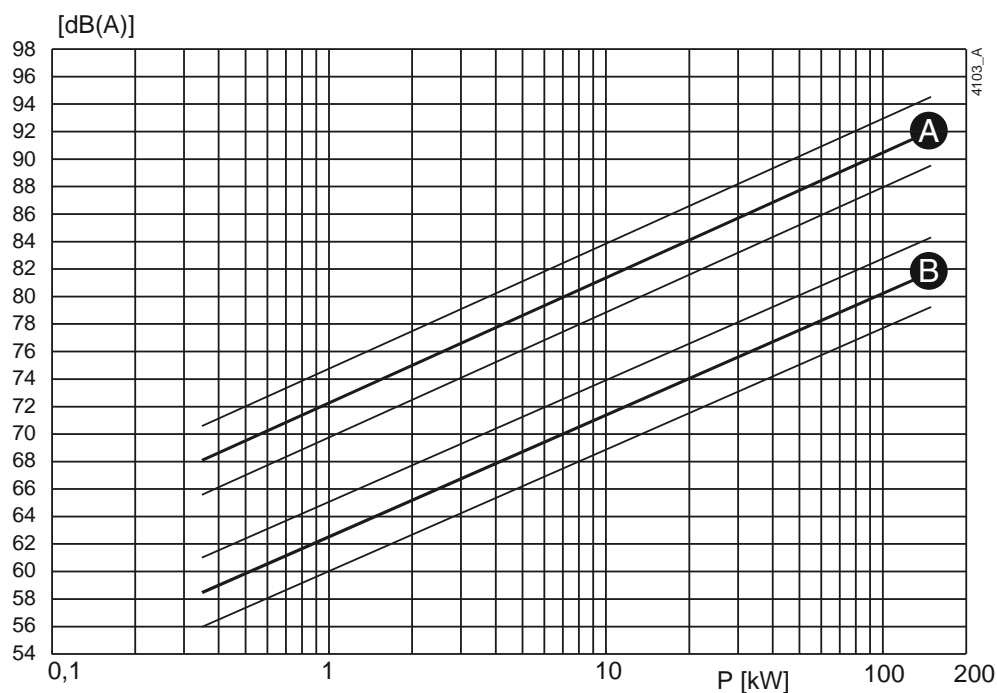
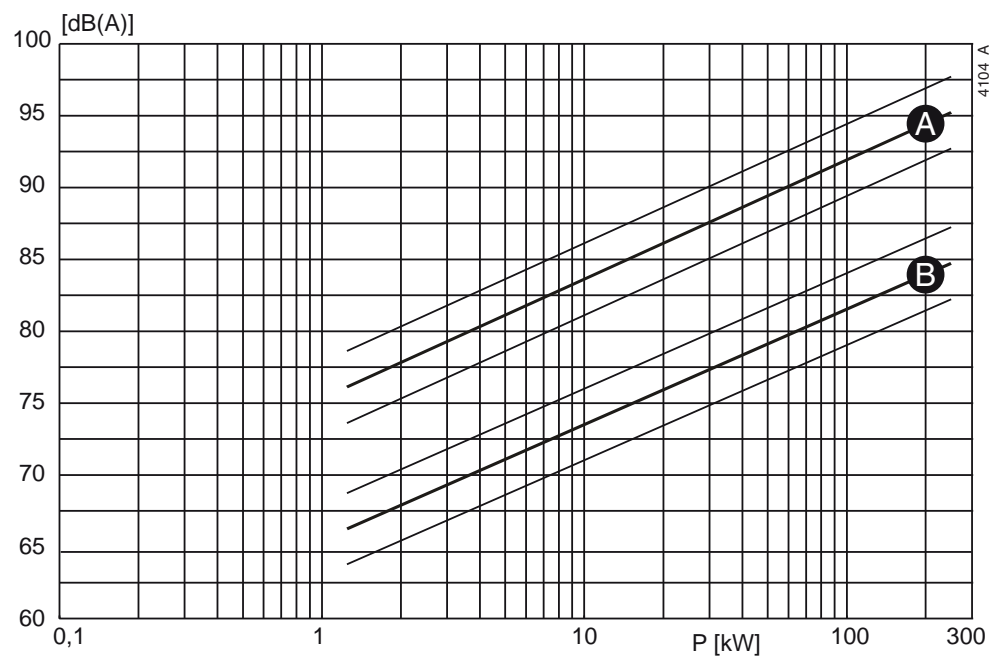

Figure 20: Niveau sonore en fonction de la puissance de la pompe [kW] à $1\,450\text{ min}^{-1}$.
Figure 21: Niveau sonore en fonction de la puissance de la pompe [kW] à $2\,900\text{ min}^{-1}$.
- 1 Déterminez le niveau sonore (L1) de la pompe, voir Figure 20 ou Figure 21.